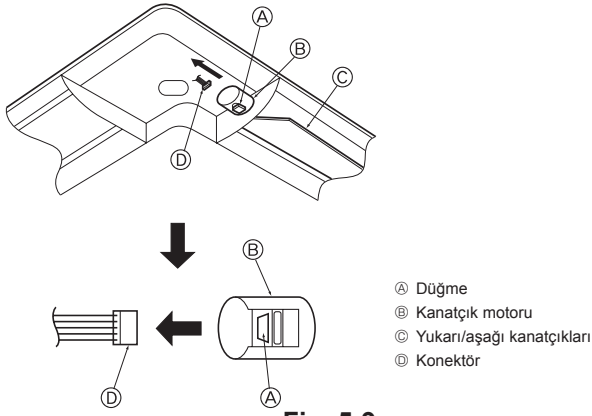

Fig. 5-9
5.4. Yukarı/aşağı hava akımı yönünün sabitlenmesi (Fig. 5-9)